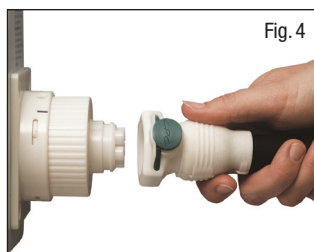

Fig. 4
3. Forbind pudens luftslange til adaptoren så mærkerne flugter (Fig. 4). Sørg for, at de er korrekt isatte med et hørbart klik, ellers kan der opstå luftlækage.